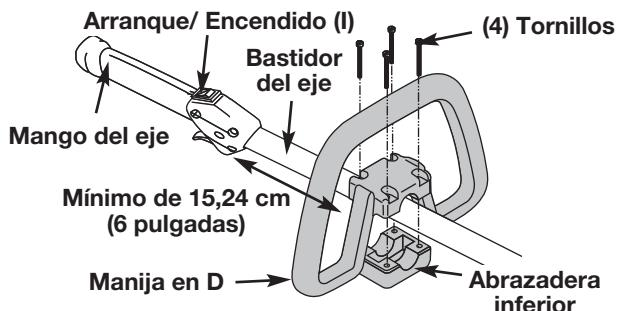

Fig. 1
**ADVERTENCIA:** NO TRATE DE UTILIZAR ESTA UNIDAD HASTA QUE LA MANIJA EN D SE HAYA GIRADO A LA POSICIÓN DE FUNCIONAMIENTO (Fig. 1).
- Afloje los tornillos en la manija en D (Fig. 1).